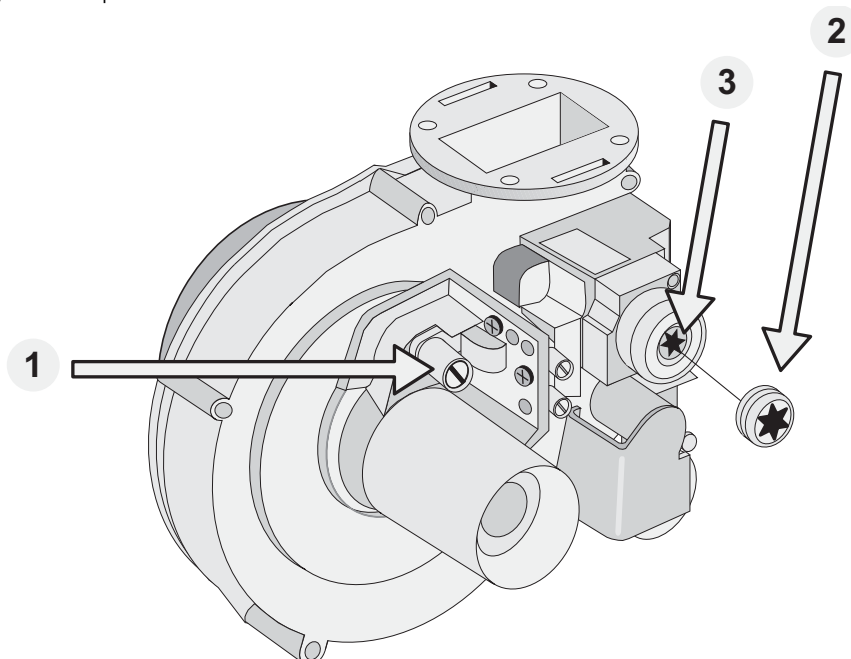

Abb. 5.1
- Den CO2 -Wert auf dem Rauchgasanalysator ablesen. Entspricht der hier abgelesene Wert nicht dem Sollwert gemäß der untenstehenden Tabelle, wird die Schraube (1) (Abb. 5.1) vorsichtig verstellt.